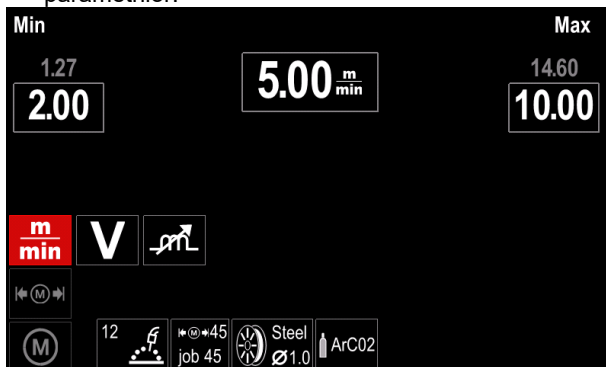

Figura 47
- Figura 47 prezintă efectul modificării valorilor parametrilor.